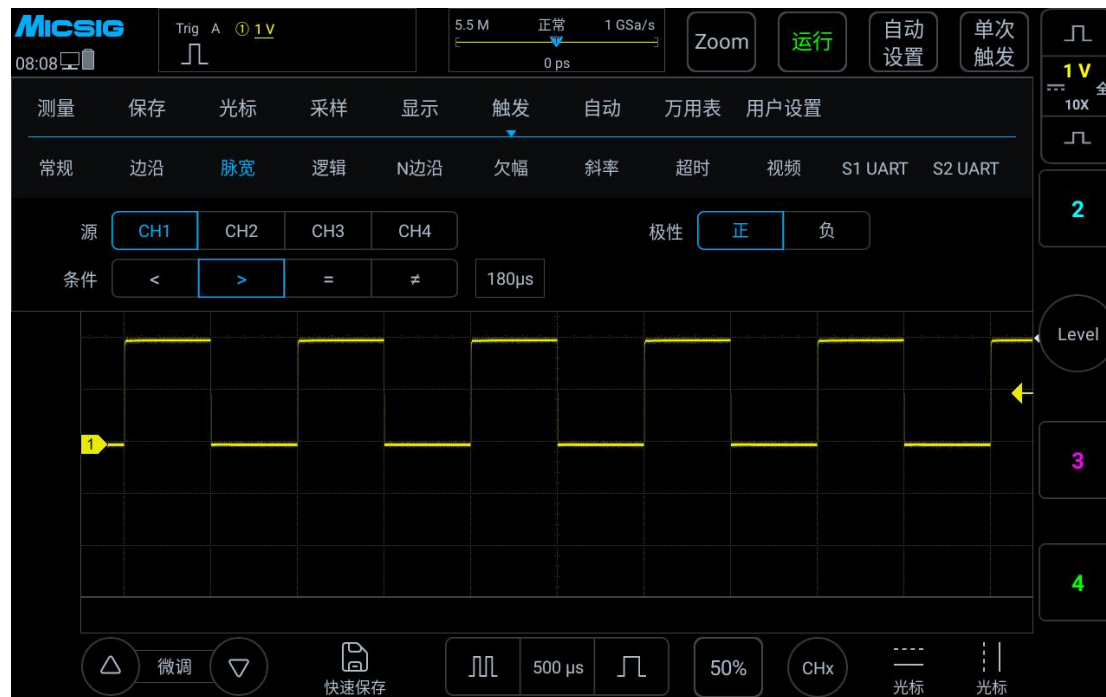

图 7-14 脉冲宽度触发设置菜单
- 1) 打开触发菜单，轻点“触发”打开触发菜单，在触发类型中选择脉宽触发，对脉宽触发进行如下设置，见图7-14：